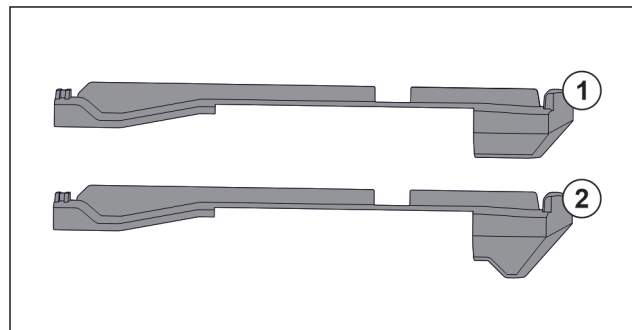

Fig. 78 Comparación de las piezas de acoplamiento
En el aparato hay dos piezas de acoplamiento distintas. La pieza de acoplamiento situada por encima del cajón inferior Fig. 78 (2) tiene un borde triangular. Todas las demás piezas de acoplamiento Fig. 78 (1) tienen un borde recto.
- Coloque la pieza de acoplamiento Fig. 78 (2) con borde triangular sobre el cajón inferior.
- Coloque las piezas de acoplamiento Fig. 78 (1) con borde recto en todas las demás posiciones.